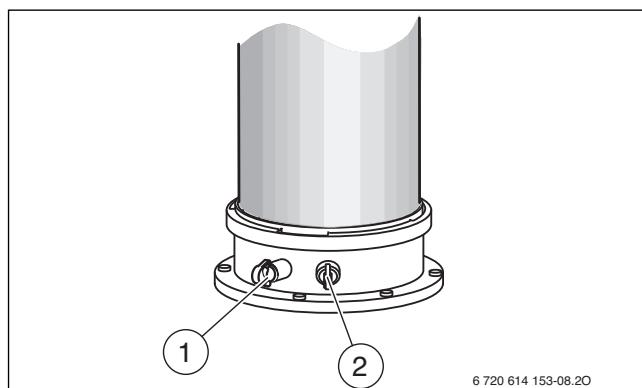

Fig. 39 Orificiu de măsurare a gazelor arse și orificiu de măsurare a aerului de ardere
- ▶ Îndepărtați dopurile de la orificiul de măsurare a gazelor arse [1] (→ Fig. 39).